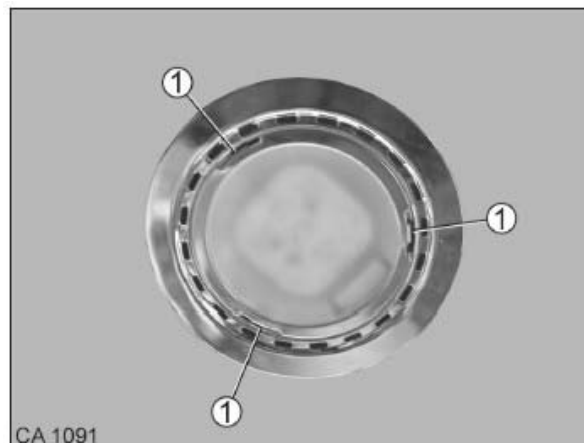

Fig. 186 Spot LED encastré
1. Pour enlever le recouvrement : placer un tournevis aux 3 clips (Fig. 186/1) et soulever le recouvrement.